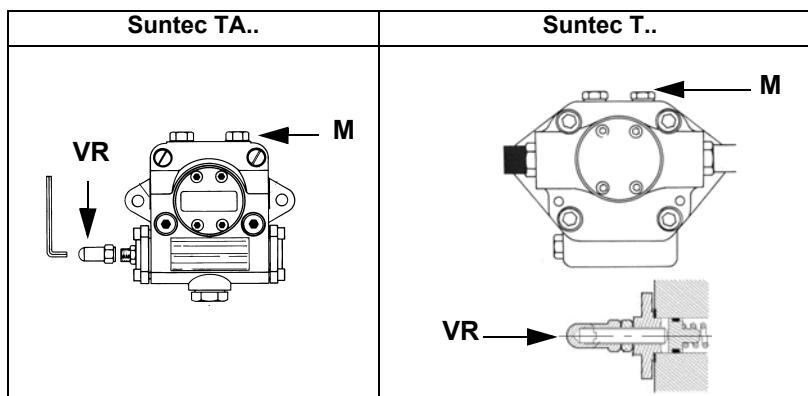
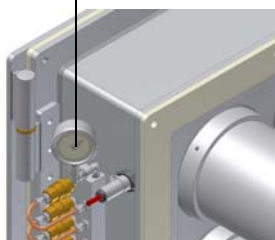

Рис. 15
Рис. 16
- 3 выпустить воздух со штуцера (**M**) манометра насоса (Рис. 15), расслабив слегка заглушку, но не снимая ее; затем отпустить контактор;
Давление питания форсунки уже отрегулировано заранее на заводе-изготовителе и не должно изменяться. Только в случае необходимости, отрегулировать давление питания (см. соответствующий параграф) следующим образом: установить манометр в положение, указанное на Рис. 16, воздействовать на регулировочный винт **VR** насоса (см. Рис. 15 и на стр 21) до получения на форсунке давления в 20 или 25 бар (форсунки Bergonzo или Fluidics/UNIGAS M3 - см. график на Рис. 14);